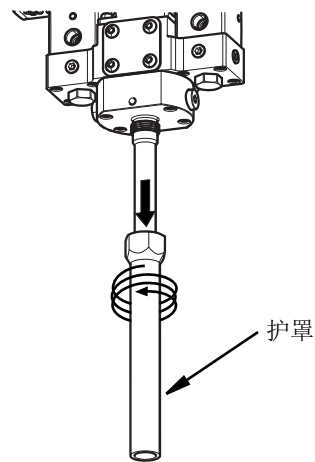

图 20
4. 从 **Voltex** 动态混合阀上卸下护罩。参见图 20。